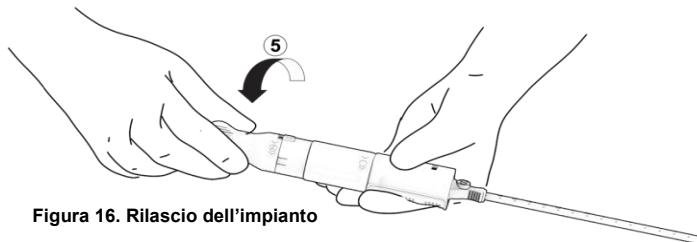

Figura 16. Rilascio dell'impianto
- a. Afferrare con la mano libera la camma di rilascio, contrassegnata con il numero '5', e ruotare questa parte dell'impugnatura di 90° nella direzione indicata fino alle prime tacche di allineamento. Figura 16. In questo modo l'impianto è completamente posizionato ma ancora attaccato all'impugnatura del dispositivo.